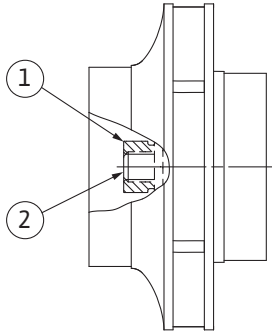

Fig. 106: Montajdan sonra çark somununun doğru konumu
8. Mili açık uçlu bir anahtarla (22 mm) tutun ve çark somununu belirtilen sıkma torku (bkz. tablo "Sıkma torkları" [► 30]) ile sıkın. Somun (Fig. 106, poz. 1) mil ucuna (Fig. 106, poz. 2) yaklaşık $\pm 0,5$ mm sıfır olmalıdır. Şayet bu söz konusu değilse somunu sökün ve 4 ... 8 işlem adımlarını tekrarlayın.